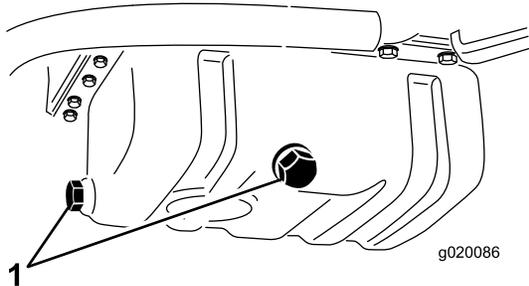

图 55
2. 拆下排油塞 (图 55) 让油流入放油盘。油不再流时安装排油塞。